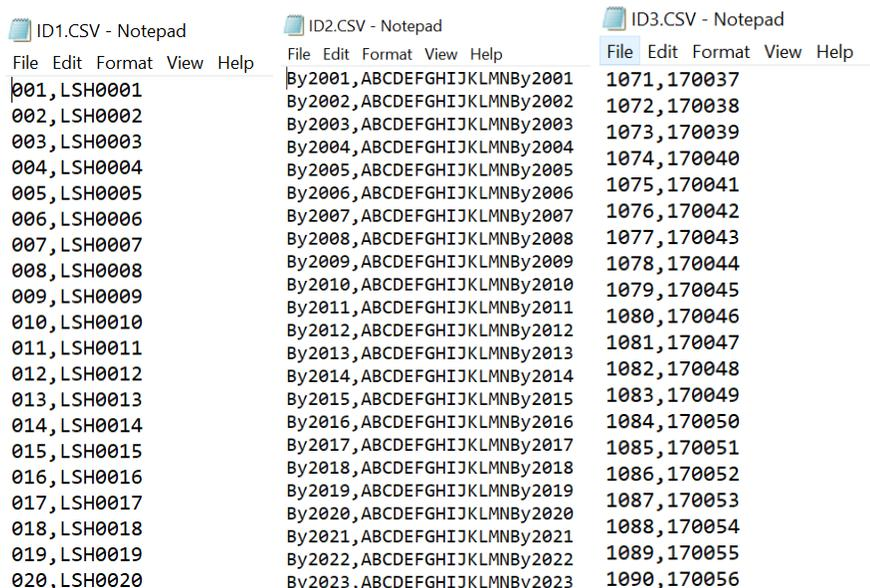

Figura 3-45: Ejemplo de archivo de valores de identificación
- Observe que estos archivos de identificación deberán contener índices de identificaciones y descripciones de identificaciones; se nombran **ID1**, **ID2** y **ID3**, y se guardan en formato .csv, como se muestra en la **Figura 3-45**.